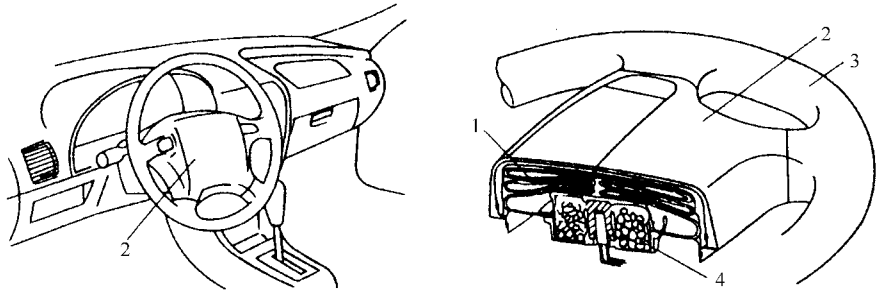

图 4-52 转向盘及驾驶员侧安全气囊模块的检查
3)检查转向盘和驾驶员侧安全气囊模块损坏情况及配合情况,如图 4-52 所示,检查